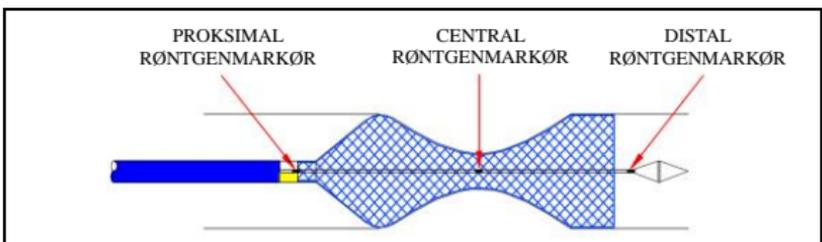

Figur 4
- Når den centrale røntgenmarkør når midten af målstrikturen, fortsættes med at trække tilbage i konnektoren, indtil stenten er helt implementeret (se figur 4 og 5).
- d) Når den centrale røntgenmarkør når midten af målstrukturen, skal man fortsætte med at overføre mod konnektoren, indtil stenten er fuldt implementeret (se figur 4 og 6).